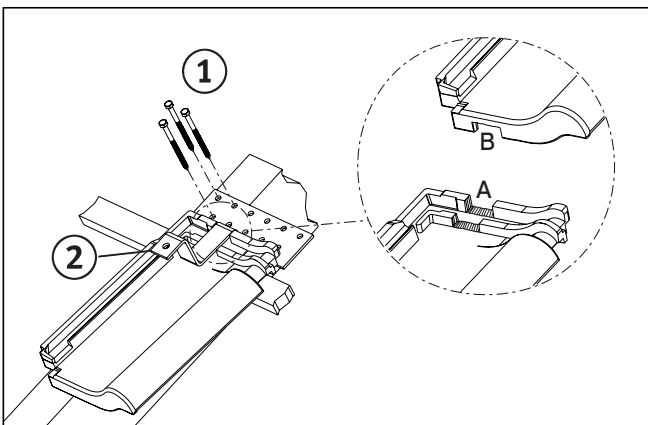

Abb. 6.12 Sparrenanker verschrauben
- Schrauben Sie die Sparrenanker (Abb. 6.12, Pos. 2) mit Holzschrauben 8 x 120 mm (Pos. 1) auf den Sparren.
Entfernen Sie im Bereich der Sparrenanker die Regennasen (Abb. 6.12, Pos. B) und Profilierungen (Pos. A) von den Dachpfannen.